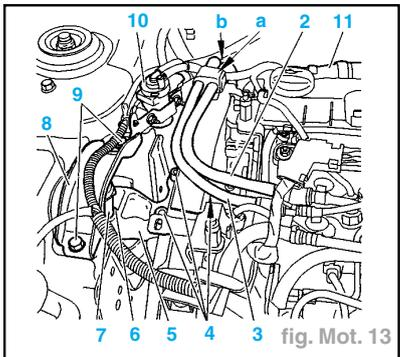

fig. Mot. 13
- Désaccoupler et obturer (kit d'obturateurs réf. 0188T) (fig. Mot. 13) :
- le tube d'arrivée de carburant (2),
- le tube retour carburant (3).